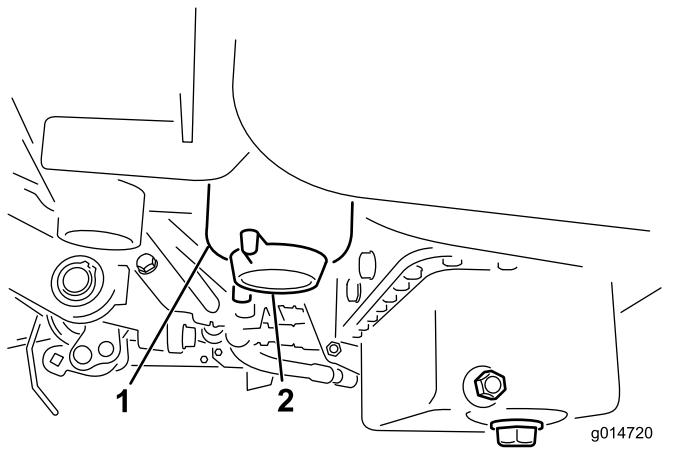

图30
- 打开燃油滤清器上的排油塞，大约旋转一周，排干积水（图30）。